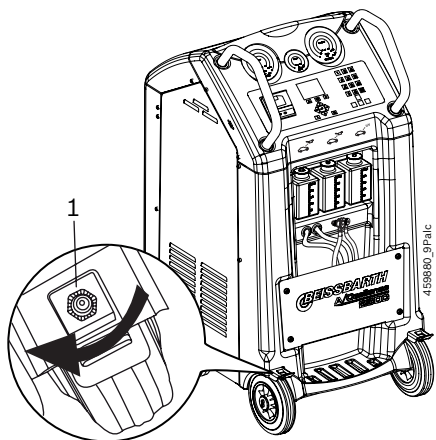

Fig. 22: Låsmutter för bromsen
1. Tryck på bromsen för att komma åt ställskruven (Fig. 22, Pos. 2).